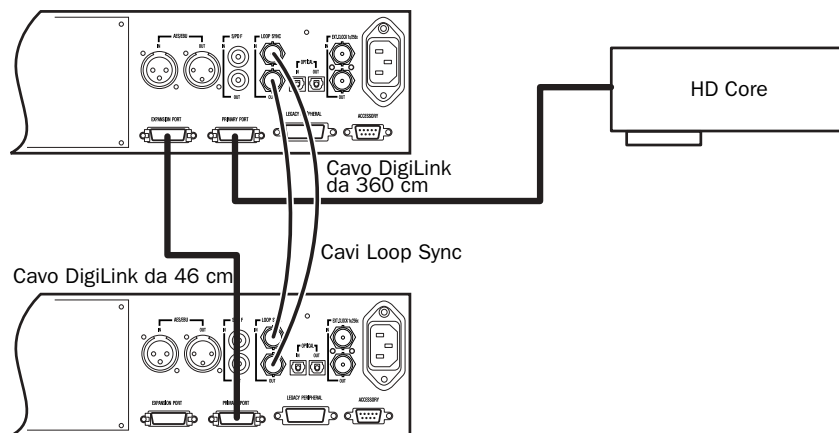

Figura 5. Due interfacce 96 I/O, 32 canali
- 2 Collegare l'interfaccia audio della serie HD secondaria alla porta Expansion dell'interfaccia audio primaria tramite il cavo DigiLink da 0,46 m in dotazione con l'interfaccia audio. Vedere la Figura 5 a pagina 7 sottostante.